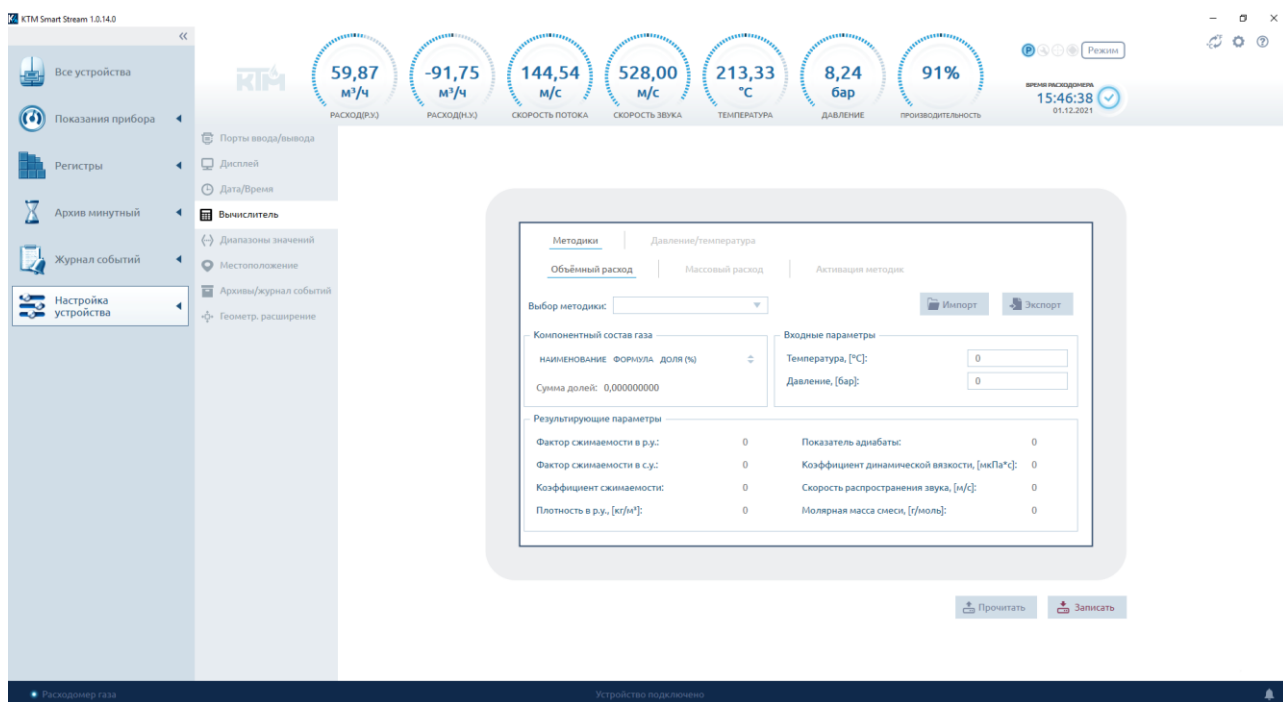

Рисунок 107 – Настройки вычислителя
- установить компонентный состав и параметры измеряемой среды (рисунок 107);